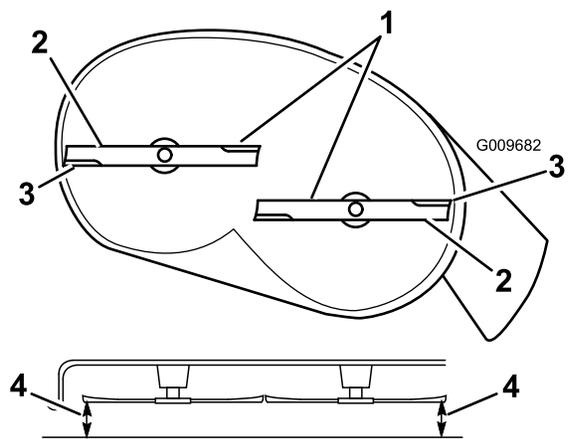
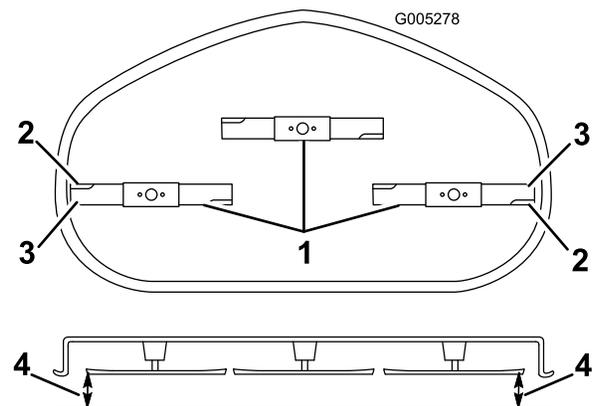

Figure 58
Figure 59
4. Faites pivoter les lames avec précaution pour qu'elles soient toutes parallèles (Figure 58 et Figure 59).
5. Mesurez la distance entre les tranchants extérieurs et la surface plane (Figure 58 et Figure 59).